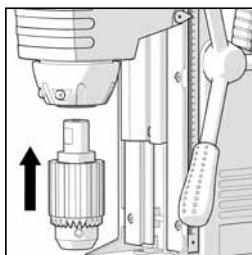

Fig. 11
- Alinee las dos caras del adaptador del portabrocas con uno de los tornillos en el eje. **(Fig. 11)**